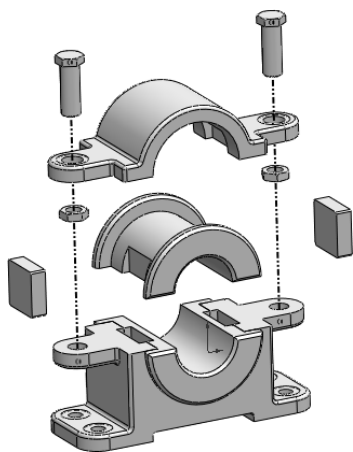

图 6-75 需创建的轴承座爆炸视图
(4) 试使用本书提供的素材文件创建如图 6-75 所示的轴承座爆炸视图